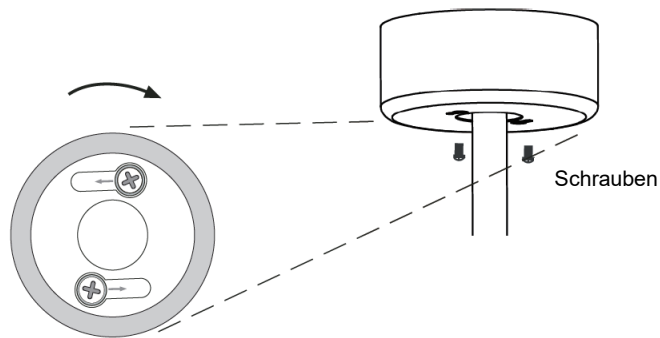

Abb. 9
**ABSCHLUSS DER INSTALLATION****MONTAGE DER KONSOLE (Abb. 9)**